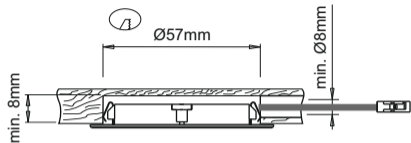

Fig 1
- To flush mount the device, bore a  $\varnothing$  57mm hole  $\geq$  8mm deep on the installation surface and then, if necessary, bore a  $\varnothing \geq$  8mm exit hole for the power supply cable as illustrated in figure 1.
- Für den Einbau der Leuchte eine Bohrung mit  $\varnothing$  57 mm und einer Tiefe von  $\geq$  8 mm auf der Montagefläche ausführen und ggf. für den Austritt des Netzkabels eine Bohrung mit  $\varnothing \geq$  8 mm ausbilden (Abb. 1).
$\varnothing \geq 8\text{mm}$  comme indiqué sur la figure 1.